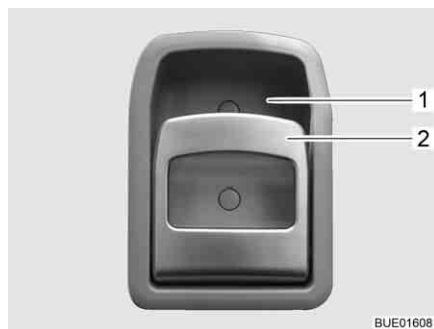

Fig. 63 Serratura della porta di ingresso, lato interno
- Apertura:** ■ Tirare la maniglia (Fig. 63,2). La serratura della porta si sblocca o apre.
- Bloccaggio:** ■ Premere la maniglia (Fig. 63,2) in alto verso l'impugnatura (Fig. 63,1). La serratura della porta si blocca.